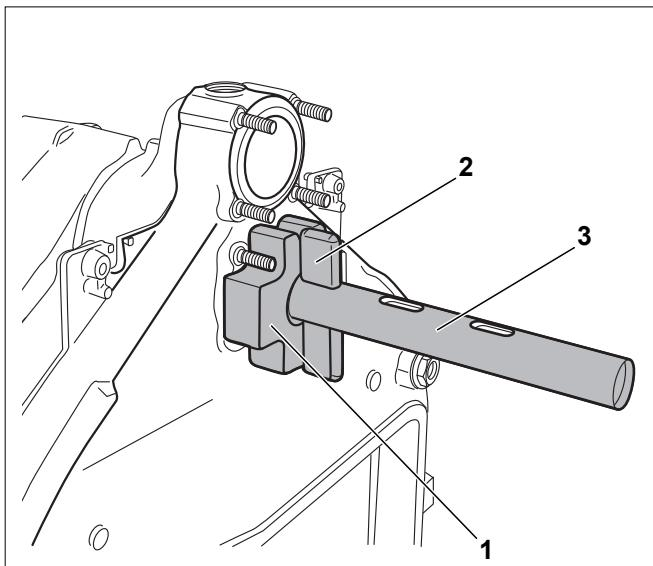

Рис. 15 Стяжной инструмент на задней секции
- С задней стороны котла наденьте дополнительные фланцы (рис. 15, [1]) на обе штанги (рис. 15, [3]) и зафиксируйте клином (рис. 15, [2]) или штифтом (у стяжного инструмента 2.2).